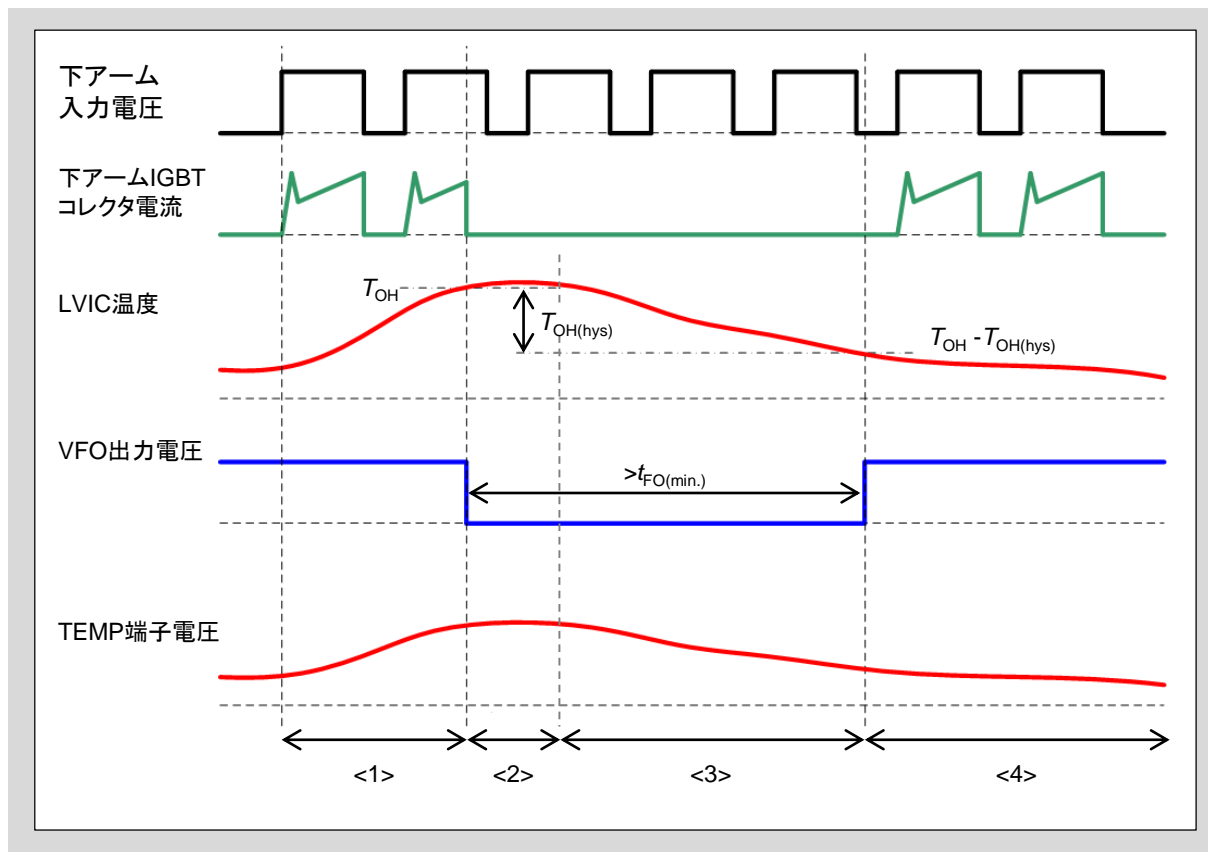

図3-27 過熱保護動作シーケンス
- 図3-27に示すようにLVICのジャンクション温度が $T_{OH}$ を上回った場合、本製品の下アームIGBTは全相シャットダウンします。LVICのジャンクション温度が $T_{OH} - T_{OH(hys)}$ を下回った場合、過熱保護状態はリセットされます。